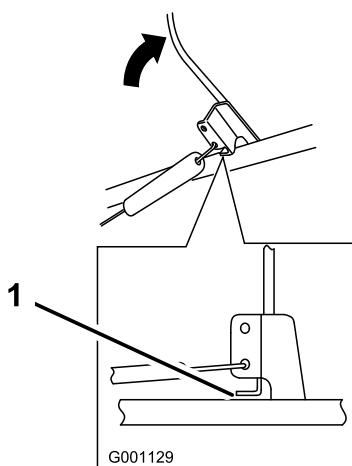

Figure 20
2. Vérifiez que la barre de commande et le guidon sont espacés de 2 à 3 mm (Figure 20). Pour régler le câble, reportez-vous à la section Réglage du câble ci-dessous.